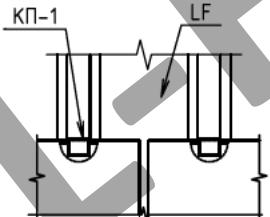

Рис. 4. Схема установки
3.3. На концевой кляммер KK-1, KK-1,2 устанавливается керамогранит, прижимается к направляющей и фиксируется поворотным кляммером КП-1, КП-1,2 следующим образом: поворотный кляммер КП-1, КП-1,2 в вертикальном положении вставляется в паз направляющей LF 51.2/LF 51 (рис. 4,а), поворачивается на угол 90 градусов (рис. 4,б), и опускается до упора на керамогранитную плиту (рис. 4,в).